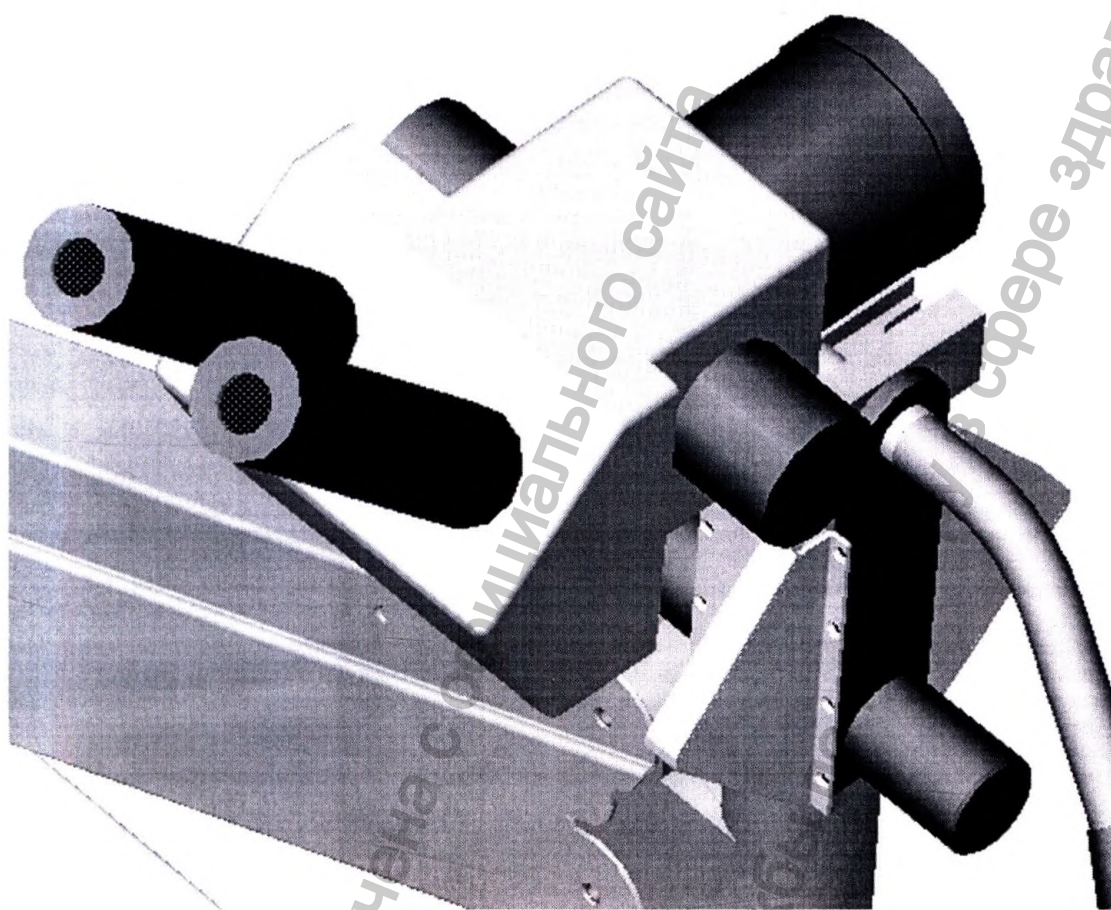

Рис. 4
4. Затем установите оптическую головку 5. Для этого, выверните болт-ограничитель из зубчатой рейки, находящейся снизу оптической головки прибора. Вставьте оптическую головку в ее основание на качающемся плече 4 со стороны противоположной пазу под болт-ограничитель, как показано на рис.4. Затем, с помощью ручек наведения резкости, переместите оптическую головку 5 в положение «до упора вперед». Заверните на место болт-ограничитель.